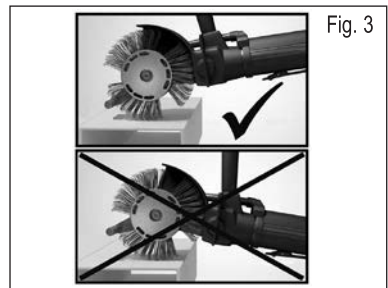

Fig. 3
5. A fin de obtener mejores resultados, preste atención a guiar la barra de aceleración cerca de la superficie que se ha de mecanizar. Si la distancia entre la barra de aceleración y la superficie es demasiado grande, el rendimiento se reduce de forma perceptible. **Véase la fig. 3.** Para obtener una descripción más detallada del modo de funcionamiento del Bristle Blaster® recurra **al DVD suministrado con la herramienta o al sitio web: www.monti.de**